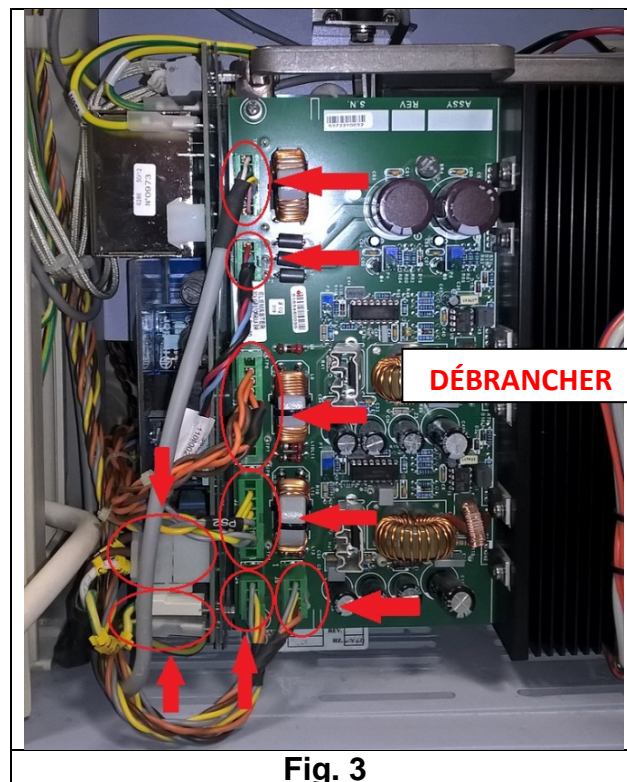

Fig. 3
5. Débranchez les connecteurs suivants : PS2, PS3, PS4, PS5, PS6, PS7, PS8 et les deux câbles de terre positionnés sous PS8 (**Fig. 3**).